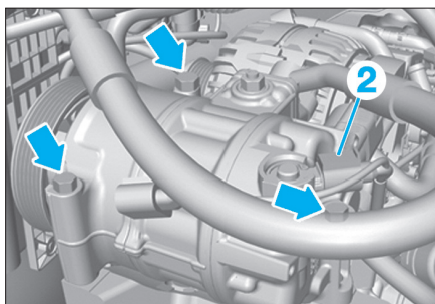

FIG. 10
- Débrancher le connecteur (2) du compresseur de climatisation (Fig.10).